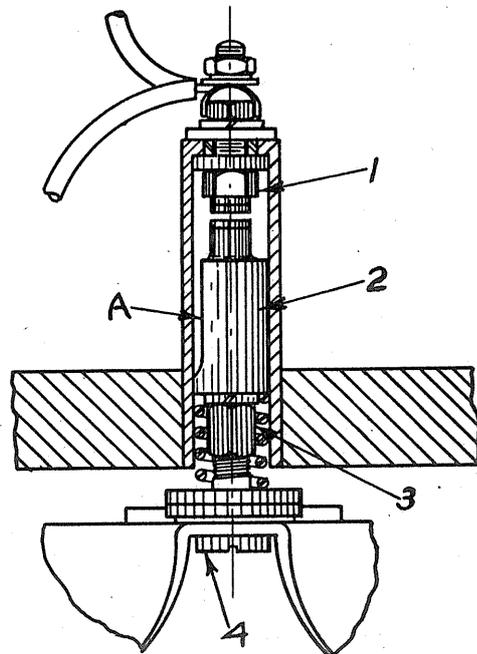

FIGURE 134 - DETAILS DES PLOTS DU RUPTEUR D'UNE MAGNETO WICO "EK".
Les deux couvercles latéraux de la magnéto sont maintenus par une bande qui est fixée par quatre vis. Le démontage de celles-ci permet de retirer la bande et les couvercles. Les plots du rupteur doivent s'ouvrir juste au moment où l'induit est à environ 2,4 mm (3/32") des noyaux. Pour régler les contacts enlevez les pièces mobiles et desserrez l'écrou de blocage (3) figure 134, sur la tige du plot de contact. Remettez les pièces mobiles et introduisez deux bandes de métal de 2,4 mm (3/32") d'épaisseur entre l'induit et la surface des noyaux.